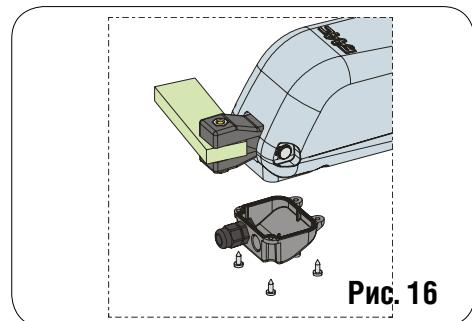

Рис. 16
- 4) Закройте крышку с помощью четырех винтов, входящих в комплект поставки, Рис.16.